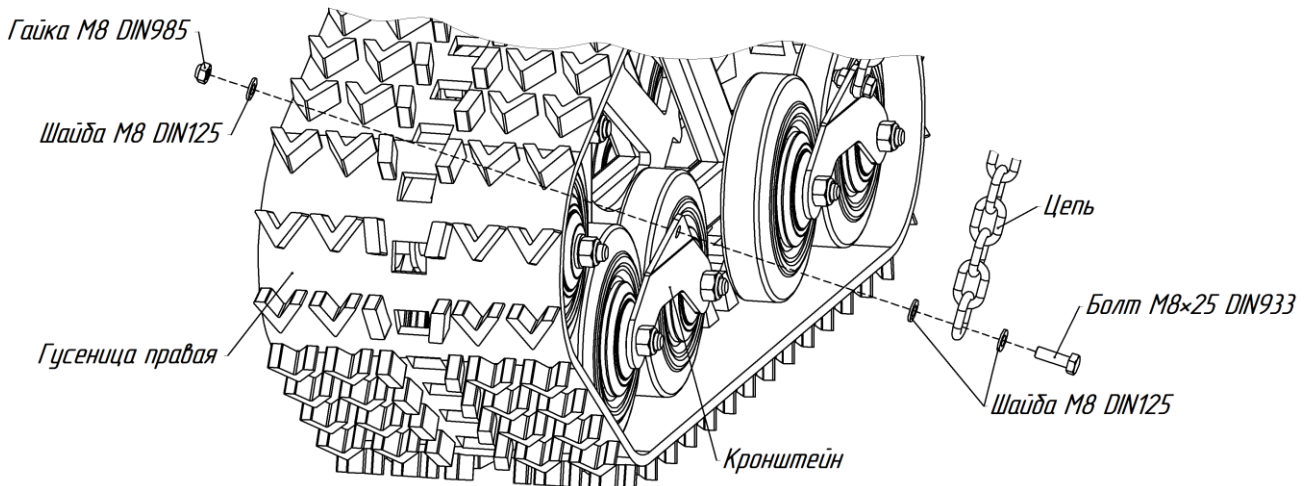

Рис.2. Присоединение цепей к кронштейнам на гусеницах.
3. Присоедините цепь (4 шт.) к кронштейну на гусенице зафиксировав ее болтом М8×25, шайбами и гайкой (рис.2).